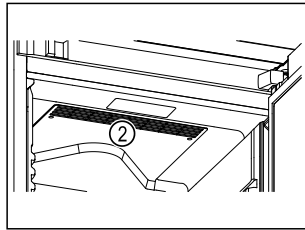

Fig. 60
- ❑ Větrací otvory Fig. 60 (2) oběhového vzduchového čerpadla ve vnitřním prostoru udržujte volné.